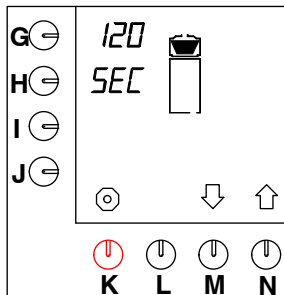

Fig. 36 Dryppetid
- Trykk på valgtasten (N.)↑ inntil fig.36 vises på displayet.